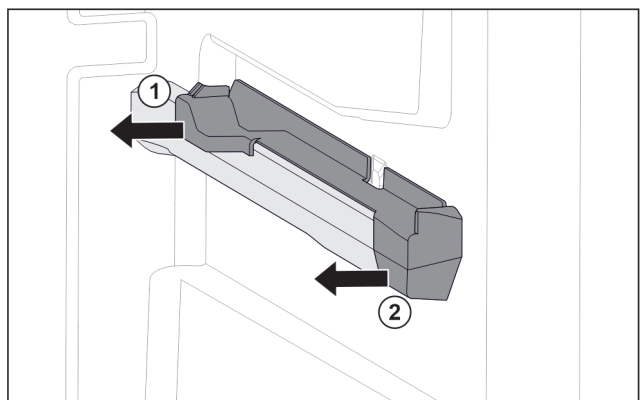

Fig. 61 Insteekelement op rechter containerrib
- ▶ Insteekelement achter naar de zijkant toe eraf trekken. *Fig. 61 (1)*
- ▶ Insteekelement voor naar de zijkant toe eraf trekken. *Fig. 61 (2)*